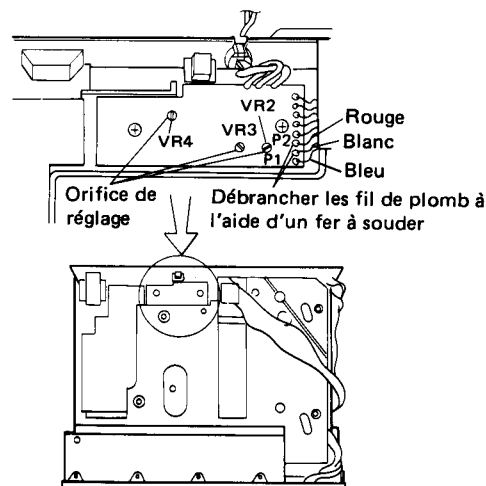

Fig. 9-4 Réglage d'écart de sonde de bande
1. Enlever le capot et les fils de plomb P1 et P2 indiqués dans la Fig. 9-4 (au moyen d'un fer à souder pour les détacher).
7. Régler VR2 et VR3 (Voir Fig. 9-4) pour obtenir une forme ondulatoire avec un voltage de $2,6 \pm 0,2V$ de sommet à sommet, ainsi qu'une valeur moyenne de $\pm 0,1V$ dans les portions de pistes sonores.